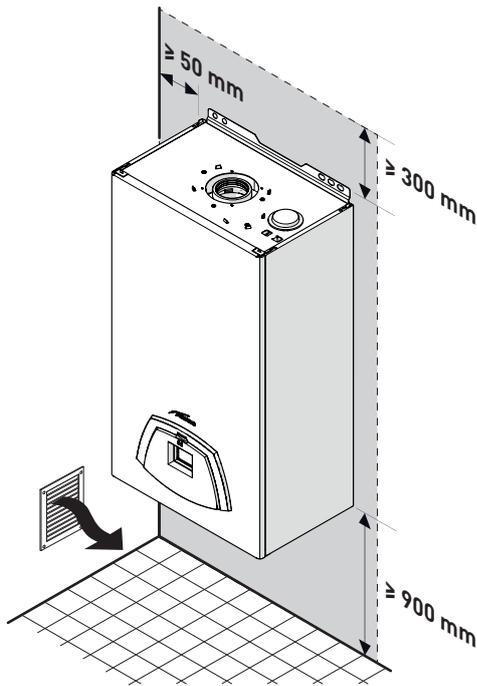

Abb. 20
- Den erforderlichen Platz für den Zugriff auf die Sicherheits-/Einstellvorrichtungen und für die Ausführung von Wartungsarbeiten berücksichtigen (siehe Abb. 20).